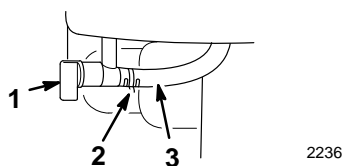

Figure 14
- **Robinet d'essence** (Fig. 14)—Fermez le robinet pour couper la circulation de l'essence du réservoir, ou ouvrez-le pour permettre à l'essence d'arriver au carburateur. Fermez le robinet quand la déneigeuse ne sert pas.
3. Ouvrez le robinet d'essence (Fig. 14) en le tournant vers la gauche.